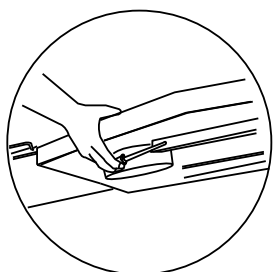

Fig. 2
2. Tenere schiacciato la leva per la regolazione dell'altezza per sbloccare l'apertura delle gambe (fig. 2).